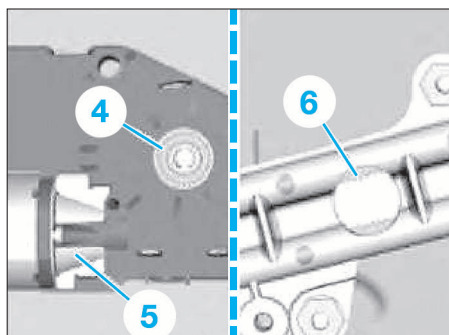

FIG. 75
- Déposer les trois vis (2) de fixation du moteur (3). Le maintenir pour l'empêcher de tomber.
- la roue dentée (4) de l'unité de commande de toit ouvrant (5) doit engrener dans la denture (6) (Fig.75).